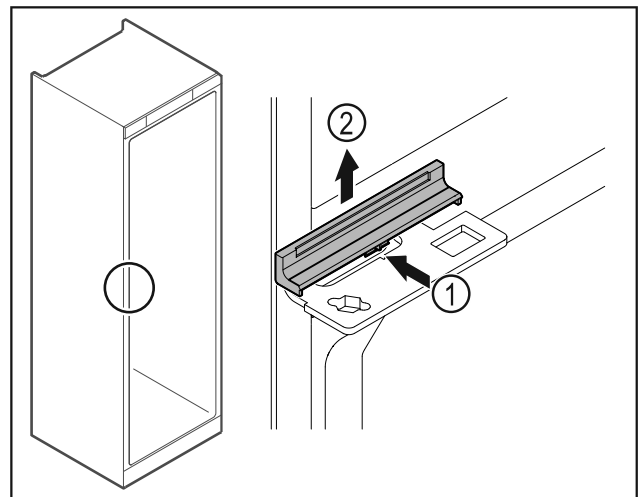

Fig. 48
- Appuyer légèrement sur le centre du cache Fig. 48 (1) et le retirer par le haut Fig. 48 (2).